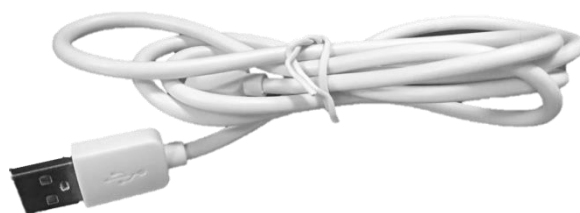

Fig 3
**2.2.2 Cavo USB (Rif fig 3)**